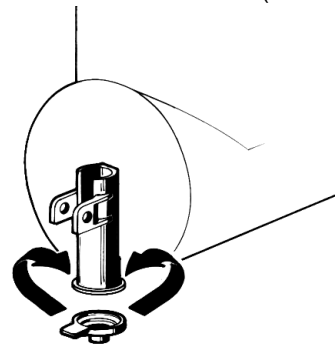

figura 7
**10** Riduttore di flusso: quando il distributore viene utilizzato per il raffreddamento di bevande è consigliabile installare sul rubinetto il riduttore di flusso in dotazione (vedere figura 7).